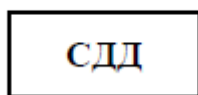

Рисунок 1. Выключение АРМ ДСП
7.1.2 ДСП в присутствии старшего электромеханика, согласно КТП ЦШ 1091-2019, выходит из программы и выключает системный блок АРМ ДСП, на котором будет производиться диагностика аппаратных средств системного блока (Рисунок 1).